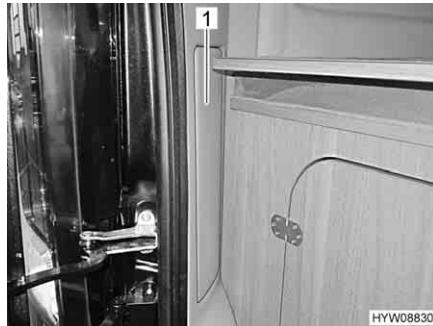

Fig. 116 Accesso a luci posteriori (Fiat)
- Rimuovere la copertura (Fig. 116,1). La copertura è fissata con velcro.